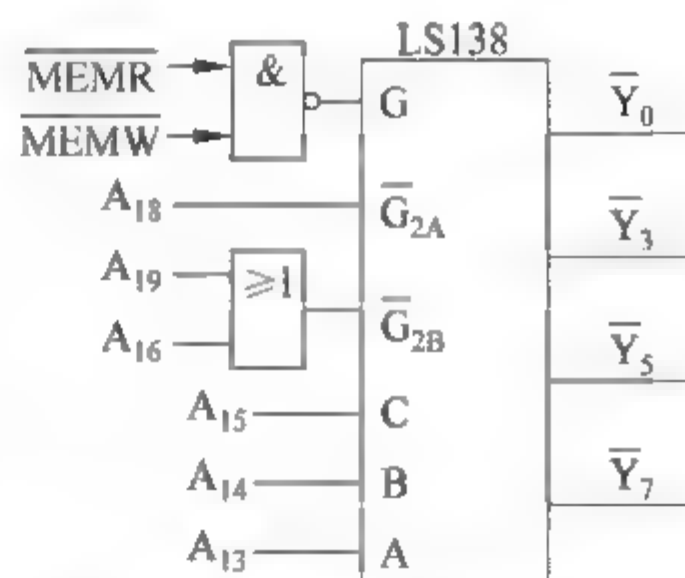

图 5-3 题 5.12 译码器连接图
5.12 74LS138 译码器的接线如图 5-3 所示，试判断其输出端 \bar{Y}_0 、 \bar{Y}_3 、 \bar{Y}_5 和 \bar{Y}_7 所决定的内存地址范围。